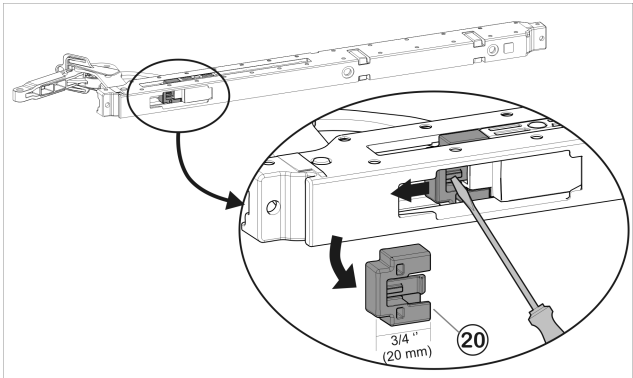

Fig. 56
- Retirer le limiteur d'ouverture (110°) Fig. 56 (20) de l'amortisseur d'ouverture : pousser l'enclenchement vers le bas avec un tournevis et retirer le limiteur d'ouverture Fig. 56 (20).